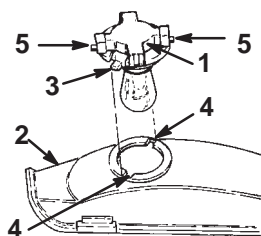

Bild 55
4. Drehen Sie die Birnenfassung um 1/4 Umdrehung entgegen dem Uhrzeigersinn und nehmen die Birne aus dem Reflektor (Bild 55).
2. Richten Sie die beiden Nasen an der Birnenfassung auf die Schlitze im Reflektor aus und stecken die Birnenfassung in den Reflektor (Bild 55).